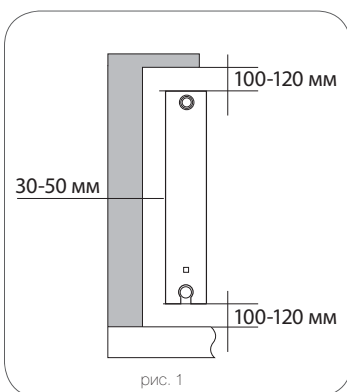

рис. 1
- Для эффективной работы радиатора необходимо соблюдать монтажные расстояния, указанные на рис. 1.